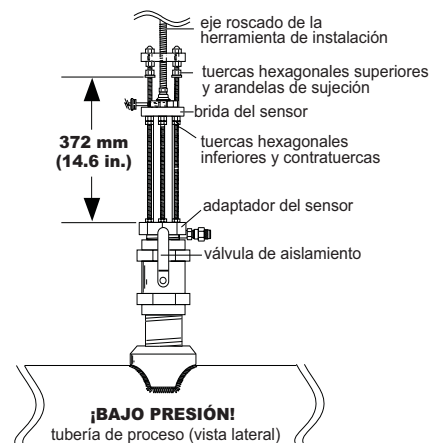

Fig. 17
**B.** Roscar la herramienta de instalación y asegurar la placa de asiento en lugar de la placa protectora del sensor (fig. 17).